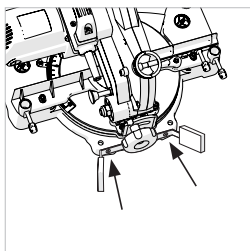

Rys. 2
- Zastosować zaciski śrubowe aby przymocować płytę mocującą do powierzchni stołu roboczego. **(Rys. 2)**